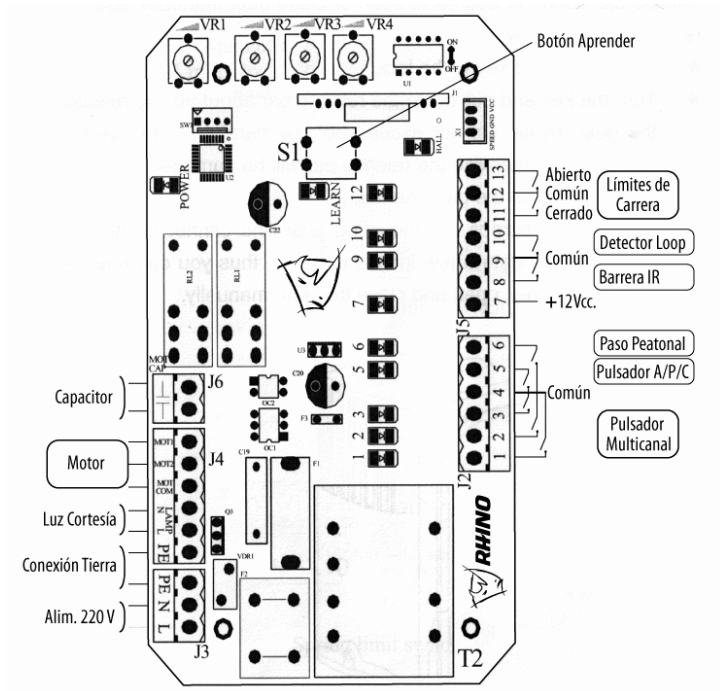

Fig.8
Retire la tapa plástica, realice el cableado (consulte la Fig. 8 y las notas de cableado en la placa electrónica) y vuelva a colocar la tapa plástica.
a). Ajuste los presets VR1, VR2, VR3 y VR4 (ver Fig.8)
- **Incorporar controles remotos adicionales (Aprender):** Retire la tapa, mantenga presionado el Botón Aprender 'S1' (Vea Fig.8) durante más de 2 segundos, el Led 'LEARN' enciende, luego presione el botón del control remoto que desea utilizar, el 'LED' se encenderá alrededor de 2 segundos y luego se apagará. El proceso de aprendizaje ha terminado. Se pueden incorporar hasta 25 controles remotos.
9. Indicadores LED (Ver Fig. 8)